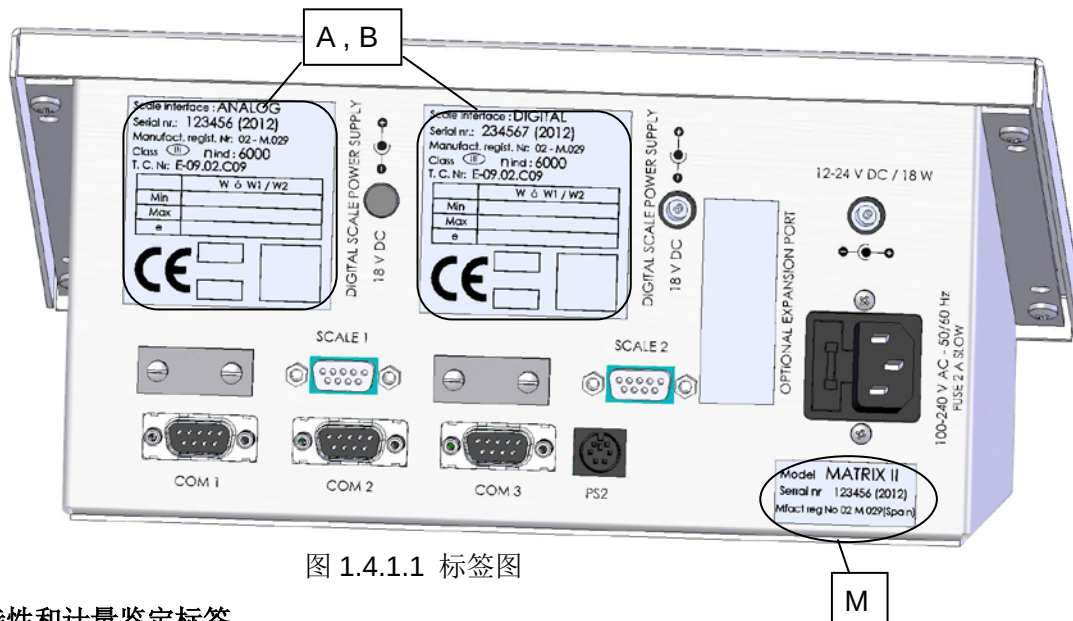

图 1.4.1.1 标签图
背面有一个详细说明设备特性的标签(M) (见图 1.4.1.1):
如图 1.4.1.1 所示, 特性和度量鉴定标签(A, B)位于显示仪表的背面。这是每个秤的安全标签, 有显示设备的特性, 和每个秤的度量值和标识。
- b) 打开仪表后侧的保险丝座（见图 1.4.1.1）。